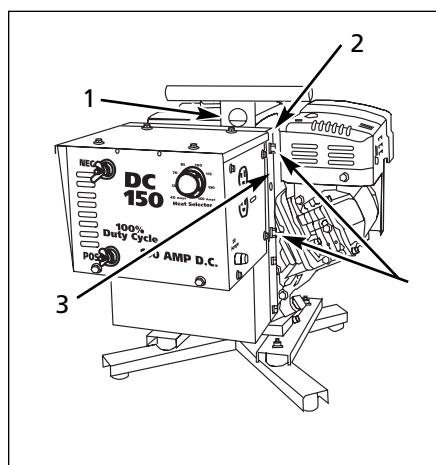

Figura 3 - 150
Si la correa o la polea del alternador patina, el arco comenzará con fuerza y se irá apagando a medida que el alternador pierde velocidad. Esto es notorio en ajustes de alto amperaje. La correa puede hacer o no un chillido o chirrido cuando patina. La correa debe estar ajustada y ceder muy poco cuando se la revisa con la mano después de quitar el protector de la correa (Vea la Figura 3, Referencia 1).
Para ajustar la correa (Vea la Figura 3):
1. Retire el mango/cubierta de la correa (vea la Figura 3, Referencia 1). Afloje el pasador de cerrojo del alternador próximo al ventilador (vea la Figura 3, Referencia 2).
2. Ajuste la correa introduciendo un destornillador en el orificio de ajuste y empujando hacia arriba en el espaciador detrás del pasador de cerrojo. Mantenga la tensión (Vea la Figura 3, Referencia 3).
2. Afloje los pernos de montaje (4) de la unidad de la soldadora (vea la Figura 3, Referencia 4) y mueva la unidad hacia delante y hacia atrás para lograr una alineación perfecta. Apriete los pernos de montaje con las correas alineadas.